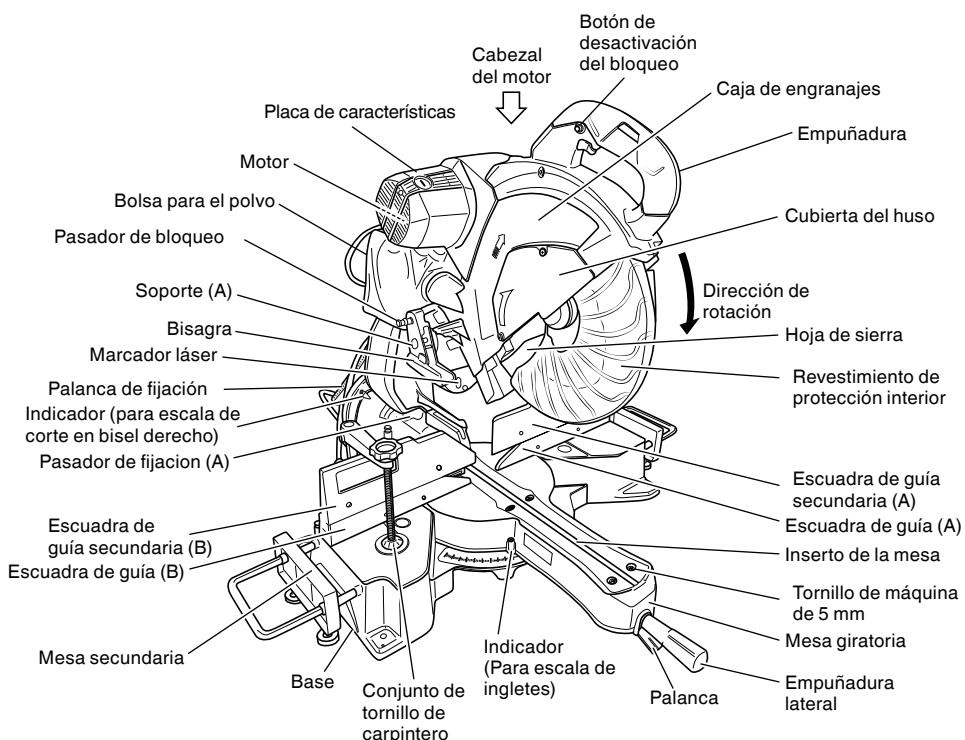
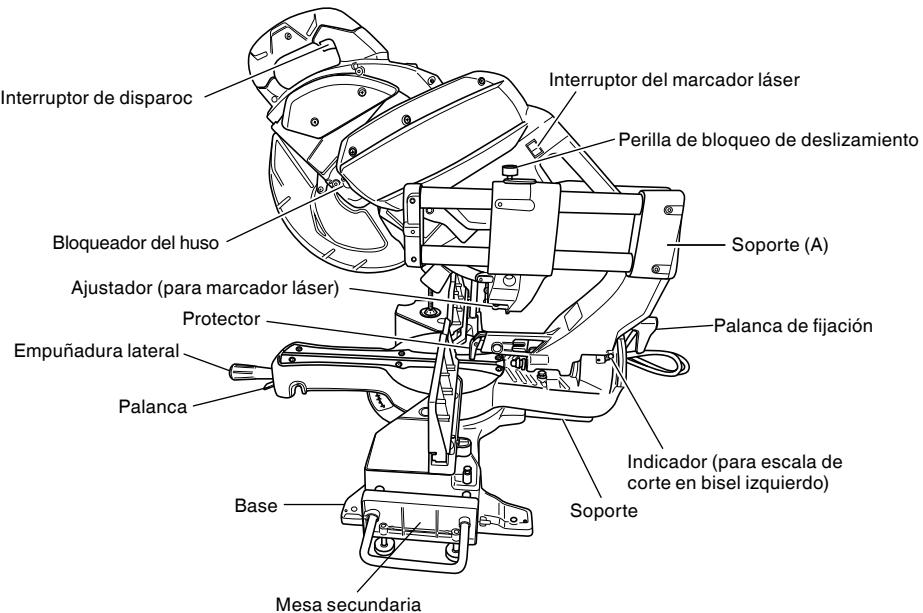

Fig. 1
Fig. 2
Fije la bolsa para el polvo y el conjunto de tornillo de carpintero como se indica en la Fig. 1 y Fig. 2.
- Antes de utilizar la herramienta, confirme la posición del bloqueador del huso. Después de haber instalado la hoja de sierra, confirme que el bloqueador del huso esté en posición de retraída antes de utilizar la herramienta eléctrica (consulte la Fig. 2).